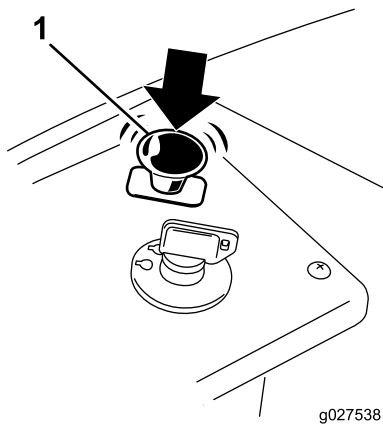

Figura 14
1. Disinserite le lame spostando il comando delle lame in posizione Off (Figura 14).